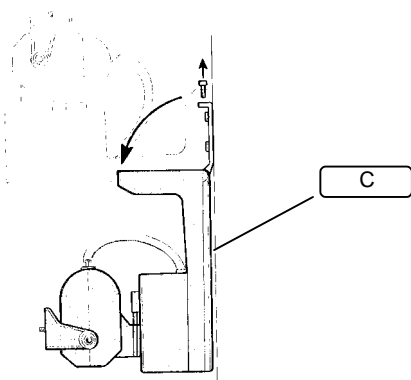

Fig.3
5. Hacken Sie in Folge den Deckel **C** und die Schwenkvorrichtung an der Aluplatte **B** ein (Fig.3)